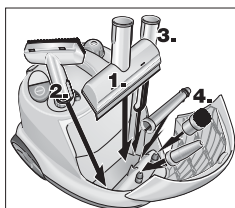

Fig. 9 : Espace de rangement pour les accessoires
- Placez la buse à main, la buse à jet crayon et les petites pièces dans l'espace de rangement pour les accessoires (voir fig. 9).